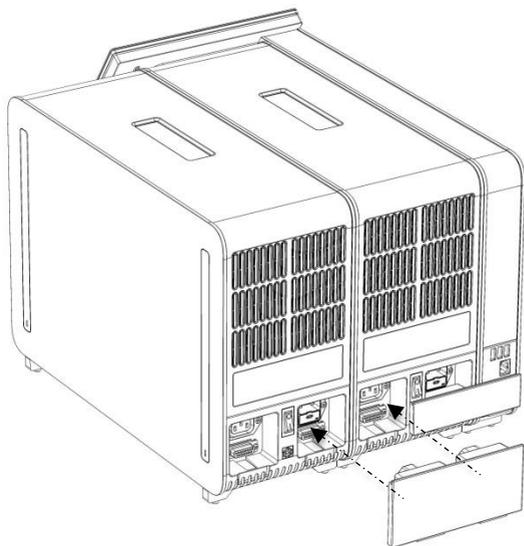

Figura 15. Conectando a Ponte do Módulo analítico/analítico.
6. Conecte a Ponte do Módulo analítico/analítico na parte traseira do QIAstat-Dx Analyzer 1.0 para unir ambos os Módulos analíticos (Figura 15).